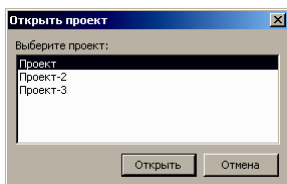

Рис. 2.6 Окно «Открыть проект».
- с помощью команды **ПРОЕКТ** → **Открыть**, при выборе которой в открывшемся окне «Открыть проект» (рис.2.6) необходимо выбрать наименование проекта и нажать кнопку «ОК».